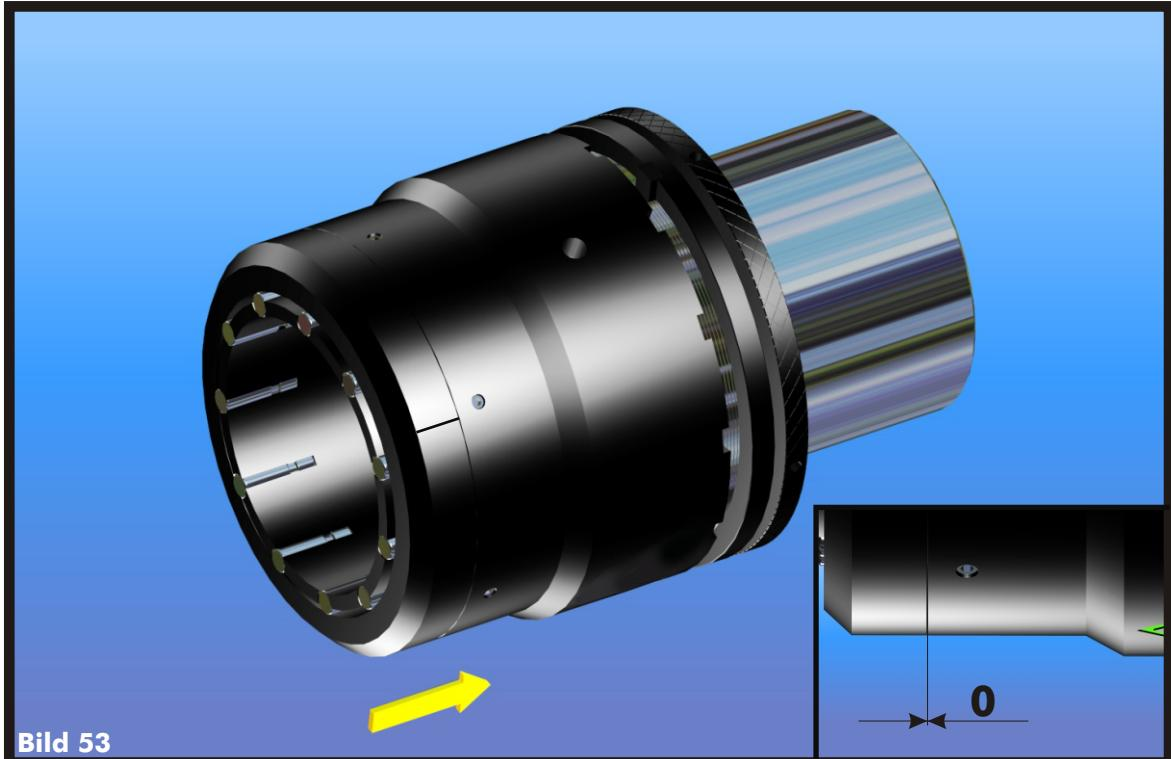

Bild 53
- > **Schieben Sie den Zylinder von den Glätt-Rollen, bis er zur Anlage am Gehäuse kommt (Bild 53).**